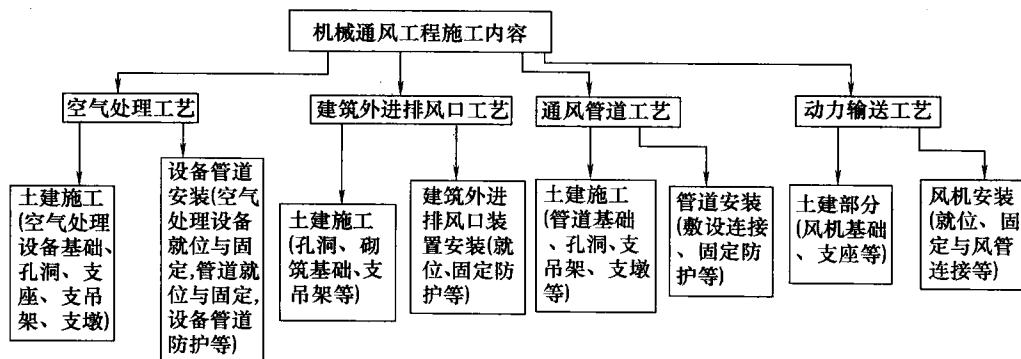

图 1-2 机械通风工程施工内容
机械通风施工内容按其工艺作用及其所包含的工程量如图 1-2 所示。
4) 按图 1-2 所示的机械通风工程施工内容进行空气处理工艺、进排风口工艺、通风管道工艺、动力输送工艺的施工。